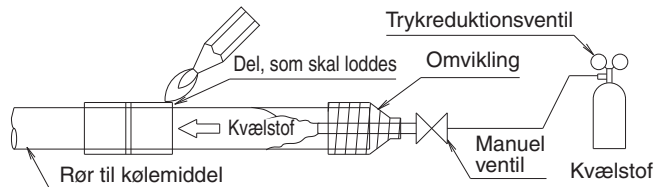

Fig. 9
- Når man lodder kølemiddelrørene, skal man først foretage kvælstofblæsning, eller udføre lodningen (ADVARSEL 2), mens man leder kvælstof ind i kølerørene (ADVARSEL 1), og til sidst skal man tilslutte indendørsenheden med kraveforbindelserne. (Se fig. 9)